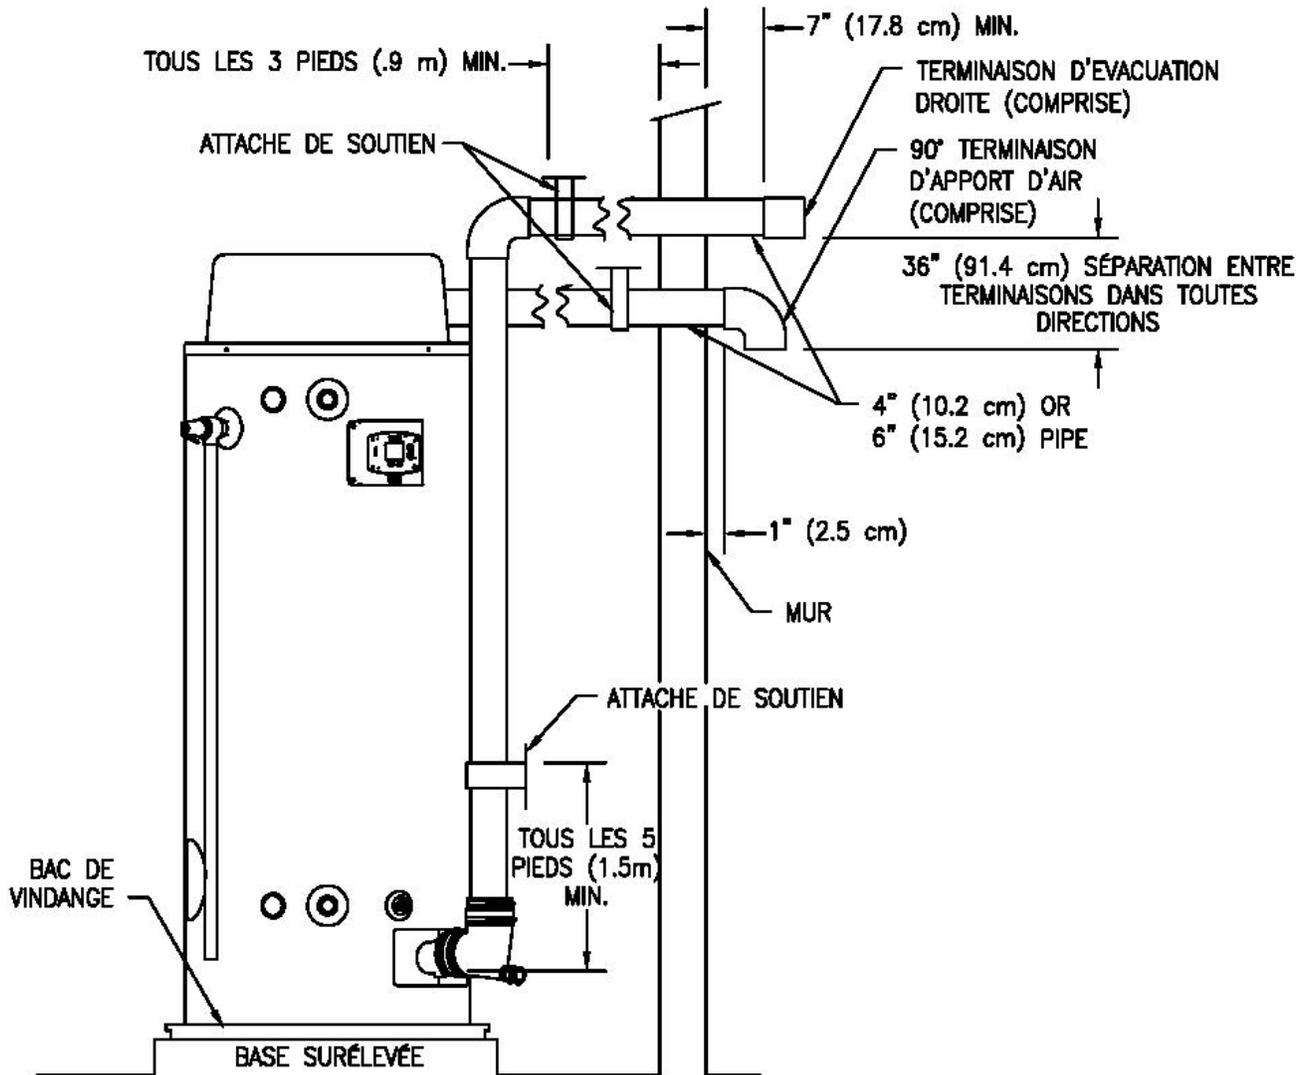

Figure 12. Système typique d'évacuation mécanique directe à l'horizontale
2. Utilisez une quantité de ciment adéquate pour fixer à la tuyauterie les terminaisons d'apport et d'évacuation d'air fournies avec le chauffe-eau. La distance entre la bordure arrière de la terminaison d'évacuation et la surface du mur extérieur (voir la Figure 12) doit être de 6 pouces (12,7 cm) supérieure à celle qui sépare la terminaison d'apport du mur. Utilisez une quantité adéquate de ciment ou de mastic, selon les procédures recommandées, pour sécuriser les liaisons du conduit de raccordement entre la terminaison et la sortie de la soufflante. Installez des attaches de soutien à des intervalles de 3 pieds (91 m) pour une tuyauterie horizontale, au-delà de la terminaison d'apport.